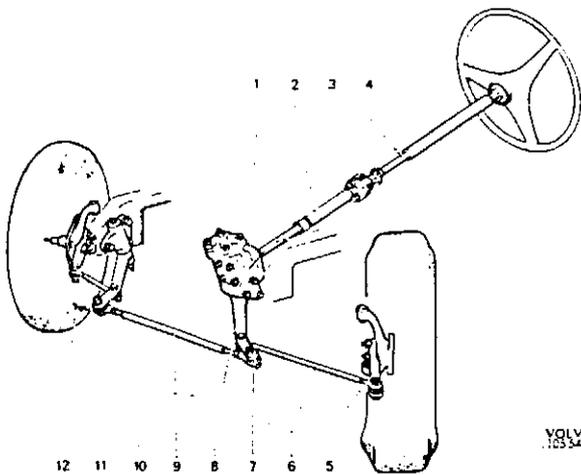
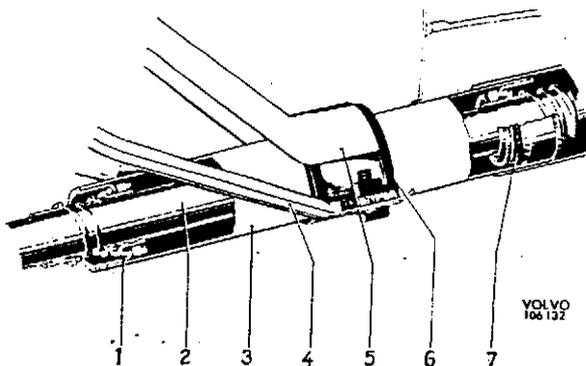
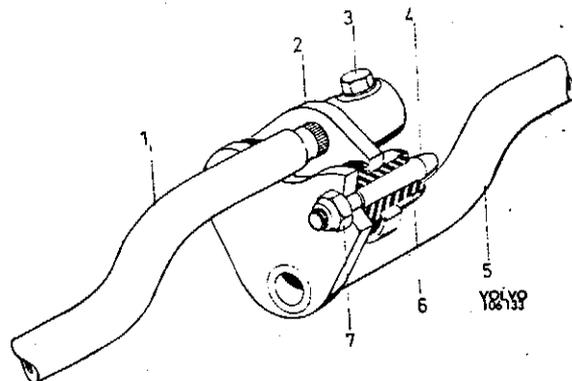

Abb. 33 Lenkvorrichtung
Abb. 34 Lenkspindellagerung, 120
Abb. 35 Sicherheits-Lenkspindel, 120
Die Konstruktion der Lenkvorrichtung geht aus Abb. 33 hervor. Die Lenkradbewegungen werden auf die Räder über obere und untere Lenkspindel (4 und 2), Lenkgetriebe (1), Lenkstockhebel (8), Spurstange (9), Lenkstangen (6 und 11) sowie
Die Lenkspindel ist geteilt. Die obere Lenkspindel ist zwischen zwei Kugellagern in einem Mantelrohr gelagert, das mit gummiausgebuchsten Schellen und über Stützen an der Karosserie befestigt ist, s. Abb. 34. Ein Gummigelenk zwischen der oberen und der unteren Lenkspindel dämpft evtl. Schwingungen. In Fahrzeugen spät. Ausf. verbindet ein Mitnehmer vom Sicherheitstyp die obere und untere Lenkspindel. Bei einem evtl. Frontalzusammenstoß, der die Karosseriefront eindrückt, wird der Mitnehmer der unteren Lenkspindel abgerissen und in der Knautschrichtung weiterschoben. Die obere Lenkspindel dagegen behält ihre Lage, wodurch die Gefahr, daß das Lenkrad tiefer in die Fahrgastzelle eindringt, ausgeschlossen wird. Die Sicherheitsvorrichtung besteht bei 120 aus zwei Mitnehmern (Abb. 35), die von Gummibuchsen zusammengehalten werden. Bei 1800 besteht die Sicherheitsvorrichtung aus einer stoßaufnehmenden Schiebemuffe mit Ringmutter (2, Abb. 33).
Die Kugelköpfe des Lenkgestänges sind kunststoffgefüllt und daher wartungsfrei. Die Spurstange (9, Abb. 33) hat an den Enden austauschbare Kugelgelenke (Spurstangenköpfe), während bei den Lenkstangen (6 und 11) Gelenk und Stange in einem Stück gefertigt sind. Die Lenkhebel (5 und 12) sind an den Achsschenkeln festgeschraubt.
Die Abb. 34, 43 und 44 zeigen Beispiele der in diesen Fahrzeugen gebräuchlichen Lenkspindel-lagerungen.